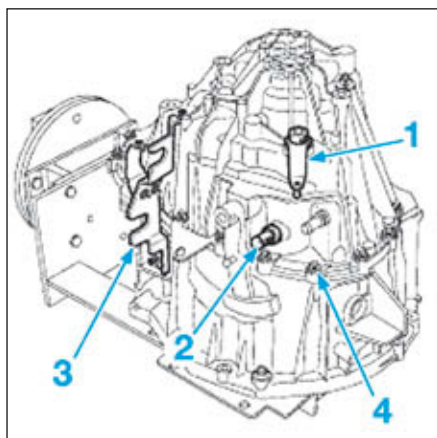

FIG.14
- Déposer (Fig.14) :
- le levier de sélection (1).
- le contacteur (2) de feux de marche arrière.
- le support (3) de câbles de commande.
- les vis (4) de tour de boîte de vitesses.